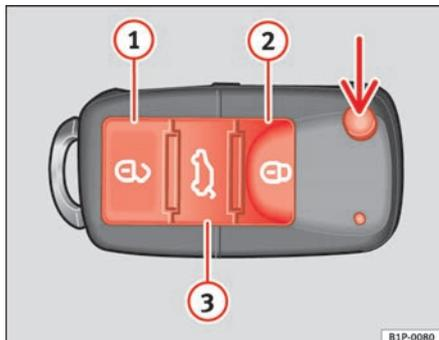

Abb. 63 Tastenbelegung
Mit der Taste \Rightarrow Abb. 63 (Pfeil) der Fernbedienung wird der Schlüsselbart ausgeklappt.
Fahrzeug entriegeln \Rightarrow Abb. 63 ① Die Türen und die Heckklappe werden entriegelt.
Fahrzeug verriegeln \Rightarrow Abb. 63 ② .
Heckklappe entriegeln. Drücken Sie die Taste \Rightarrow Abb. 63 ③ , bis alle Blinkleuchten am Fahrzeug kurz aufleuchten. Nach Drücken der Entriegelungstaste \Rightarrow Abb. 63 ③ können Sie die Heckklappe innerhalb von 2 Minuten öffnen. Nach Ablauf dieser Zeit wird die Heckklappe wieder verriegelt.
Zudem blinkt die Batterie-Kontrollleuchte des Schlüssels \Rightarrow Abb. 63 auf.
Bei einmaligem Drücken der Taste \Rightarrow Abb. 63 ① wird nur die Fahrertür geöffnet. Alle anderen Türen bleiben verriegelt. ▶
- Verriegeln Sie das Fahrzeug mit dem Schlüssel mit Funk-Fernbedienung ⇒ Seite 101, Abb. 63 über das Schloss in der Fahrertür. ▶